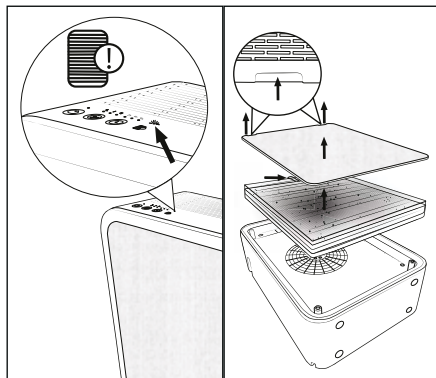

Abb. 6
Wenn die Filterwechsel-LED  **4** blinkt (siehe Abb. 6), kann der EPA-Filter **7** nicht mehr seine volle Leistung erfüllen. Informationen zur Bestellung von Ersatzfiltern finden Sie im Kapitel **11. Ersatzteilbestellung**.
- ◆ Nehmen Sie die Abdeckung **6** an den Griffmulden an der oberen Seite des Geräts ab (siehe Abb. 6).
- ◆ Ziehen Sie den EPA-Filter **7** an der Lasche aus dem Gerät (siehe Abb. 6).